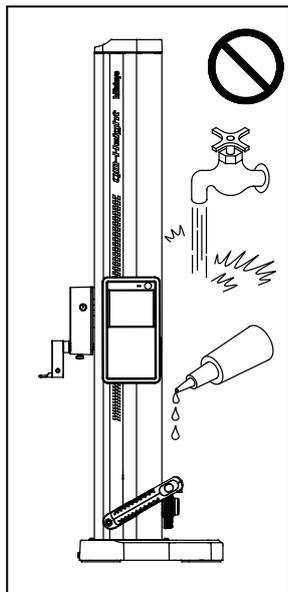

Abb. 1
- Benutzen Sie das Messgerät nicht an Standorten, an denen es direkt Kühlflüssigkeiten, Wasser, Staub usw. ausgesetzt ist (Abb. 1).